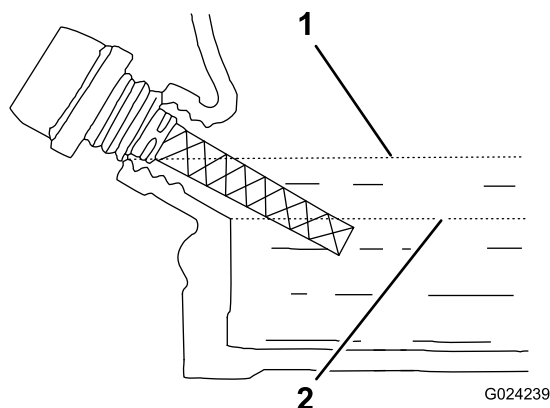

Рисунок 14
**Примечание:** Если уровень масла рядом или ниже отметки нижнего предела на щупе, долейте масло так, чтобы уровень поднялся до отметки верхнего предела (нижний край отверстия заливной горловины), см. Рисунок 14. Проверьте уровень масла снова. Не переполняйте картер.